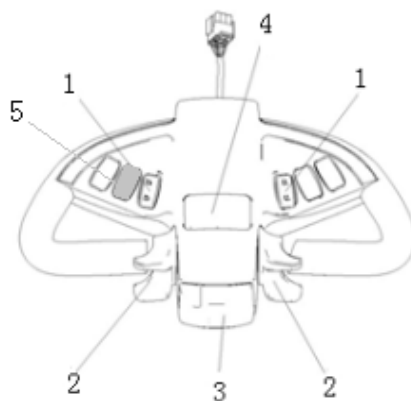

Рисунок 3.
- Путем перевода переключателя направления хода (2 на рис.3) в среднее положение или его отпускания: штабелер начнет тормозить до полной остановки.
- Кнопка аварийного реверса, находящаяся на уровне живота оператора (3 на рис.3) предотвращает зажатие оператора. Когда оператор приходит в контакт с кнопкой аварийного реверса, штабелер немедленно прекращает движение в заданном направлении и движется назад на некоторое расстояние, затем останавливается. Если рукоятка находится в зоне движения, и штабелер не движется, считайте, что в этой ситуации эта кнопка по-прежнему активна. Необходимо выполнить отключение и повторное включение устройства для перезапуска.
На индикаторе, расположенном на рукоятке управления, отображается уровень заряда АКБ (5 на рис.3). В случае если заряд АКБ слишком низкий, блокируется управление запуском двигателя гидронасоса подъема вилок, штабелер в таком случае может только передвигаться. Штабелер следует немедленно транспортировать в зону зарядки.
3. Медленно поверните переключатель направления хода (2 на рис.3) для начала движения штабелера и достижения желаемой скорости.
- отпустите переключатель направления хода (2 на рис.3) для его возврата в исходное положение, штабелер замедлит ход, дождитесь полной остановки. Пригоните изделие на специально оборудованное место под стоянку;
Красная кнопка на конце рукоятки управления – это кнопка аварийного реверса (3 на рис.3). Когда оператор приходит в контакт с кнопкой аварийного реверса, штабелер немедленно прекращает движение в заданном направлении и движется назад на некоторое расстояние. Это защитный выключатель, предназначенный для предотвращения придавливания штабелером оператора, когда оператор сталкивается с препятствием.
Для безопасного движения штабелер оснащен звуковым сигналом. Чтобы привлечь внимание окружающих людей во время движения, нажмите кнопку звукового сигнала (4 на рис.3), и звуковой сигнал предупредит окружающих.